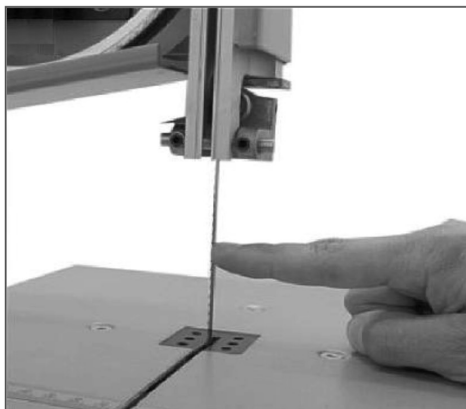

Рис. 13
- Проверьте натяжение, нажав пальцем посередине между столом и верхней направляющей на боковую поверхность пыльного полотна (полотно должно прогнуться не более чем на 1-2 мм) (рис. 13).